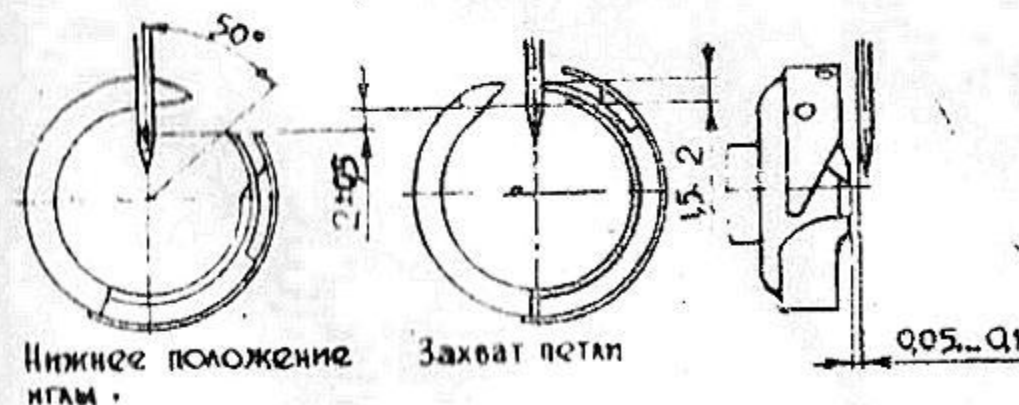

Рис. 15
- Установка иглы по отношению к носiku челнока дана на рис. 15.